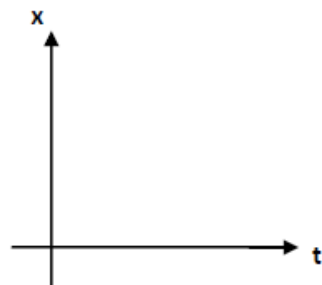

Figura 2. Sistema coordenado para graficar x en función de t.
5. Coloque los datos anteriores en un Sistema de Coordenadas Rectangulares empleando papel milimétrico. Considere a la variable "x" como independiente, asignándole el eje de abscisas y a la variable "t" como dependiente, asignándole el eje de las ordenadas, como se muestra en la figura 2. Dibuje a través de la colección de puntos o lo más cercana a ellos, una curva de trazos suaves.